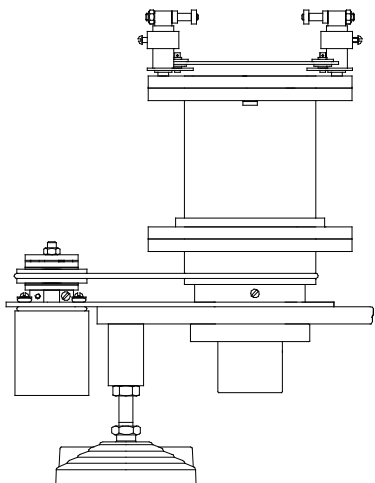

Рис.5.
4.5 Для работы без колокола, с переходной тарелкой (рис. 5, 6), на ведомый узел сначала устанавливается переходная втулка, а затем узел толкателей (ИПС должна быть уже установлена). Переходная втулка просто устанавливается (без крепления) на ведомый узел, а узел толкателей на переходную втулку, как указано выше.